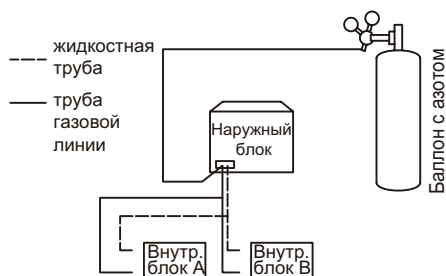

Рис. 5.27
8. Точно так же продуйте другие отверстия, двигаясь последовательно от внутреннего блока А к наружным блокам. См. рис. 5.27.